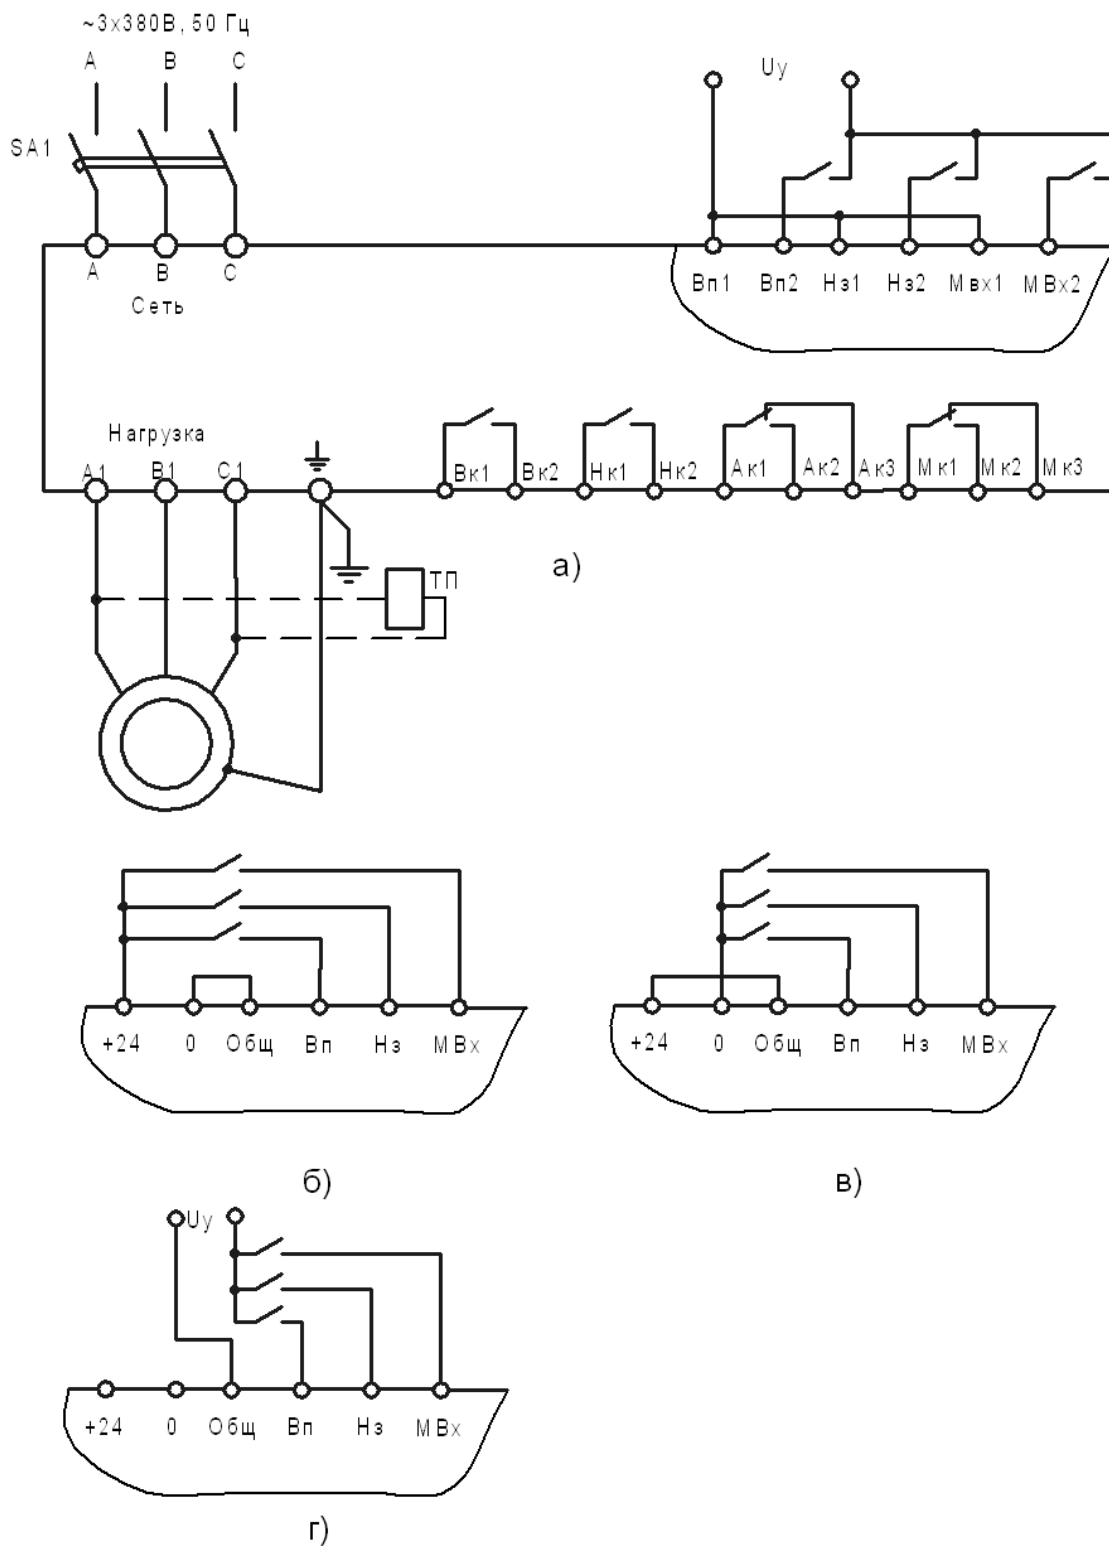

Рисунок 2 – Схема подключения пускателя
1.3.4 В модификации БСТ-ххР/380-3х с «сухим» контактом входы «Вп», «Нз» и «Мвх» имеют один общий провод (рис.1 а). Входы являются двунаправленными, поэтому управление может осуществляться подачей на входы положительного (+24В) или отрицательного (0В) напряжения (см. рис. 2 б, в).